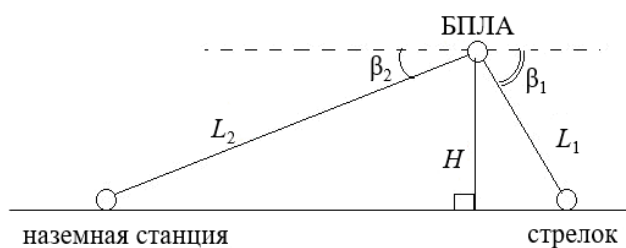

Рис. 1. Схема движения БПЛА
Пусть БПЛА движется горизонтально со скоростью $v = 5$ м/с на высоте $H = 100$ м над плоской горизонтальной поверхностью земли, на которой расположены стрелок с антидроновым ружьем и наземная станция (рис. 1). Стрелок расположен на расстоянии $L_1 = 150$ м от БПЛА, а наземная станция — на расстоянии $L_2 = 1$ км. Наземная станция, стрелок и БПЛА находятся в данный момент в одной вертикальной плоскости. На рис. 1 показан вид сбоку, однако необходимо иметь в виду, что при виде сверху стрелок, наземная станция и БПЛА не обязательно все время находятся на одной прямой.
- 2) Антидроновое ружье излучает мощность помех $P_1 = 10$ Вт на частоте модема БПЛА в конус с углом при вершине равным $\beta = 0,1$ рад (не показан на рис. 1). Наземная станция излучает сигнал управления мощностью $P_2 = 100$ Вт по всем направлениям в верхнюю полусферу. Пороговое отношение сигнал/шум по мощности на приемной антенне БПЛА равно $a = -10$ дБ. Считая, что антенна беспилотника принимает сигналы одинаково со всех направлений, и пренебрегая мощностью собственного шума в цепях управления, определить, сможет ли оператор в условиях задачи по-прежнему управлять БПЛА.